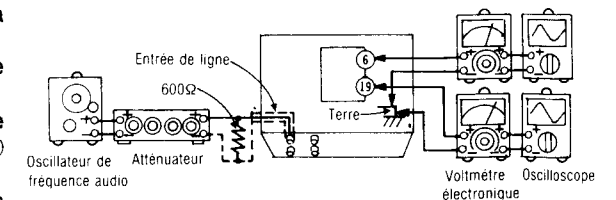

Fig. 9
1. Le raccordement de l'équipement d'essai est montré à la Fig. 9.
3. Régler avec l'atténuateur de telle sorte que la puissance de sortie entre la borne ⑥ (canal de gauche) [borne ⑨ (canal de droite)] de IC403 et la masse soit de 12,3mV.